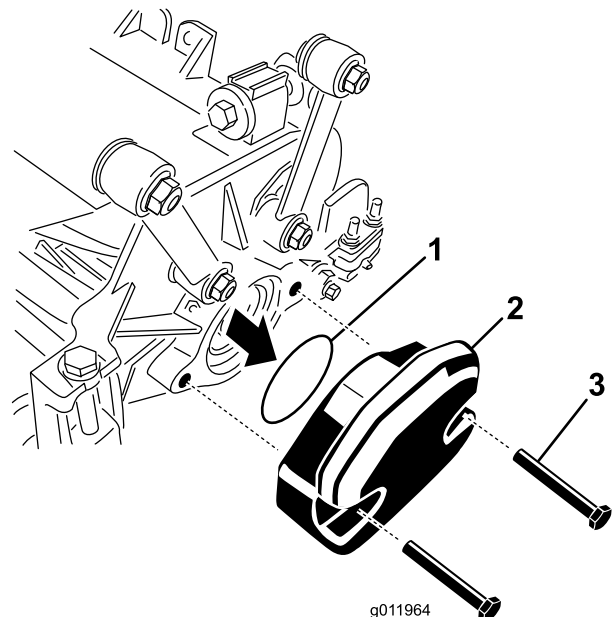

Bild 22
2. Nehmen Sie den Ballast und den O-Ring (Bild 22) vom inneren Ende des rechten Mähwerks ab.